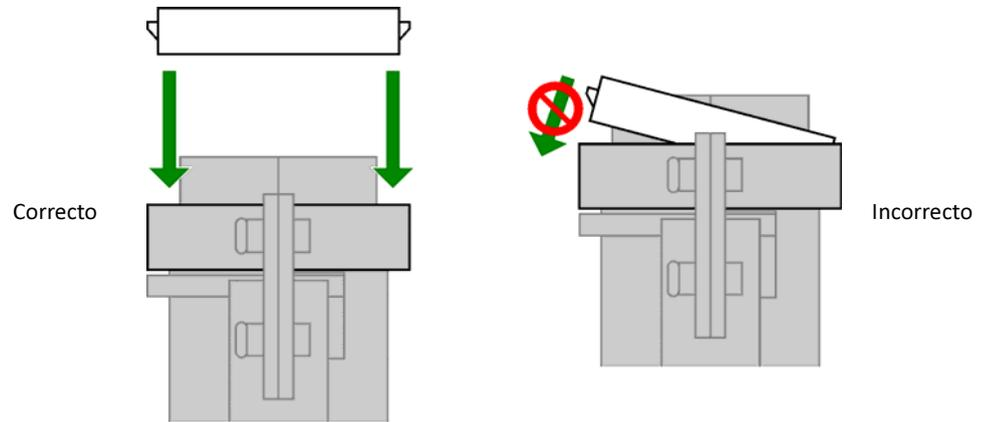

Figura 10-4: Montaje del anillo de retención eSYS
- 2 El anillo de retención tiene una marca. Asegúrese de alinear las pestañas de alineación con las muescas del cuerpo del cartucho eSYS. Las pestañas grandes deben mirar hacia afuera. Presione el anillo de retención de forma uniforme (sin inclinarlo) hasta que el anillo de retención encaje en su sitio. Ver Figura 10-4 y Figura 10-5 más abajo.
- 3 Compruebe visualmente que el diafragma no queda pillado. Usar una técnica inadecuada para insertar el anillo de retención puede provocar a veces que un lado del diafragma quede pillado. Si es necesario, desmonte y vuelva a montar el cartucho eSYS para corregir la zona pillada. Vea en la Figura 10-4 más arriba cómo insertar correctamente el anillo.